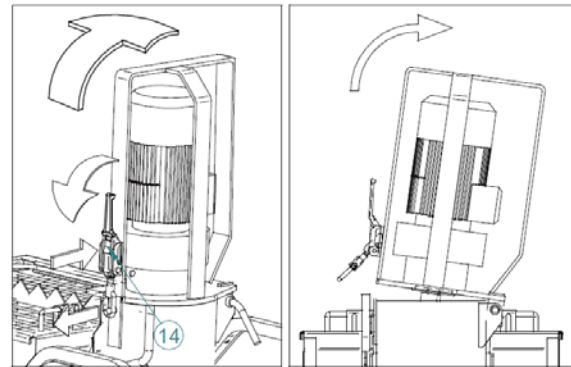

FIG.15
Desconecte as tubulações de material do coletor de distribuição. Desconecte o conector rápido com dispositivo de segurança (ref. 14) e abra a câmara de mistura (fig. 15).